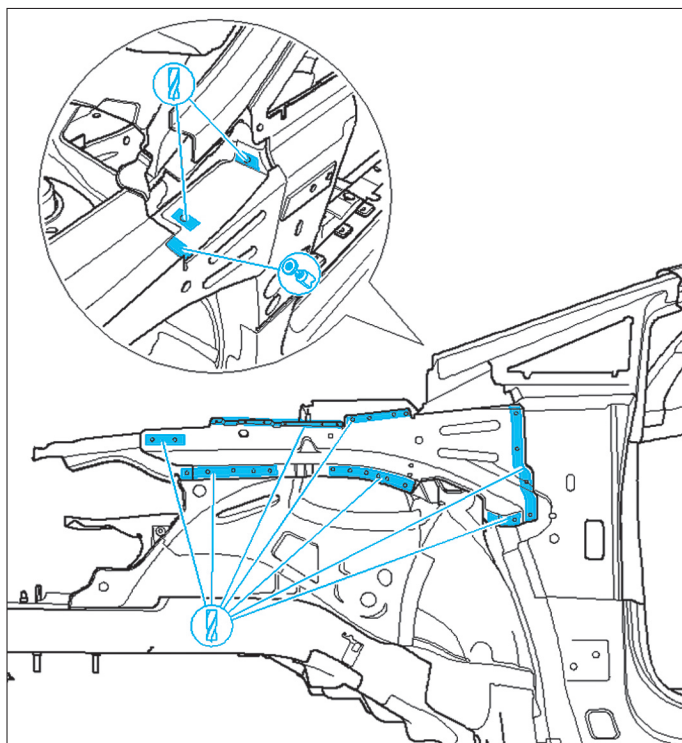

FIG. 14
- Meuler et percer les soudures de la partie supérieure du longeron (Fig.14).